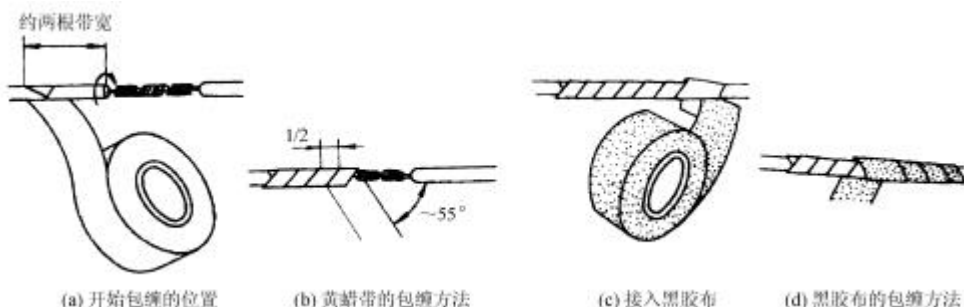

图 1-7 绝缘带的包缠
(1) 绝缘带的包缠方法。将黄蜡带从导线左边完整的绝缘层上开始包缠，包缠两根带宽后方可进入无绝缘的芯线部分，如图1-7(a)所示。包缠时，黄蜡带与导线保持约 55° 的倾斜角，每圈压叠带宽的 $1/2$ ，如图1-7(b)所示。包缠一层黄蜡带后，将黑胶布接在黄蜡带的尾端，如图1-7(c)所示。接着按另一斜叠方向包缠一层黑胶布，也要每圈压叠带宽的 $1/2$ ，如图1-7(d)所示。